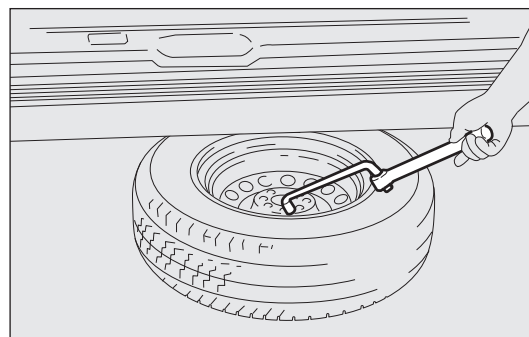

fig. 163
- ❑ Använd nyckeln för nedmonteringen av hjulen för att dra ut hjulet ur fordonet fig. 163.